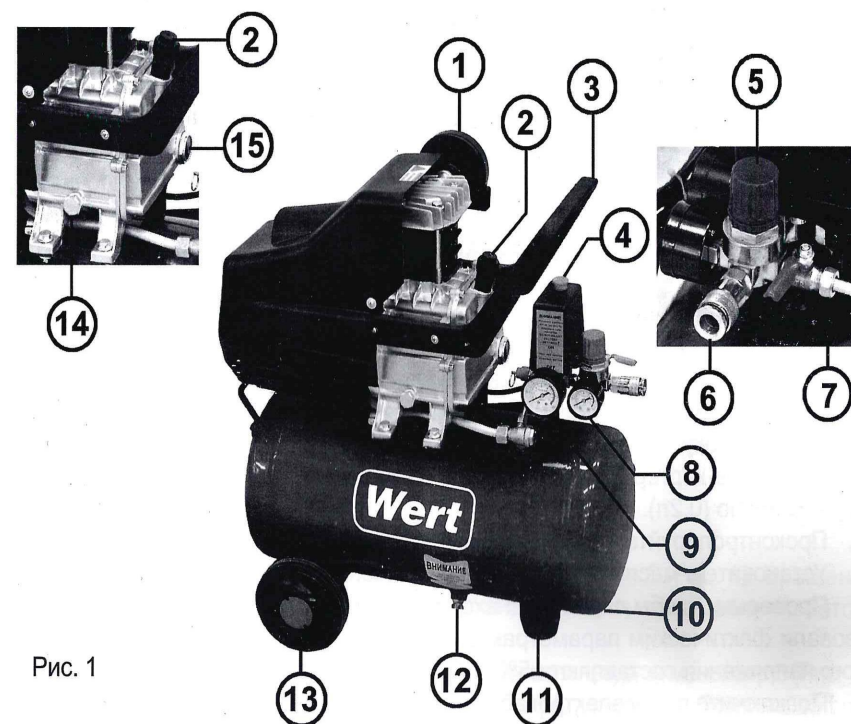

Рис. 1
Давление в ресивере можно проверить по показаниям манометра 7 (Рис. 1). Максимальное давление в ресивере 8 бар.
Давление на выходе регулируется ручкой редуктора 5 (Рис. 1). Вращением ручки редуктора по часовой стрелке давление на выходе увеличивается, против – уменьшается (Рис.5).
Для визуального контроля давления на выходе используется манометр 8 (Рис. 1).
1. Выключить компрессор с помощью кнопки реле давления 4 (Рис. 1).